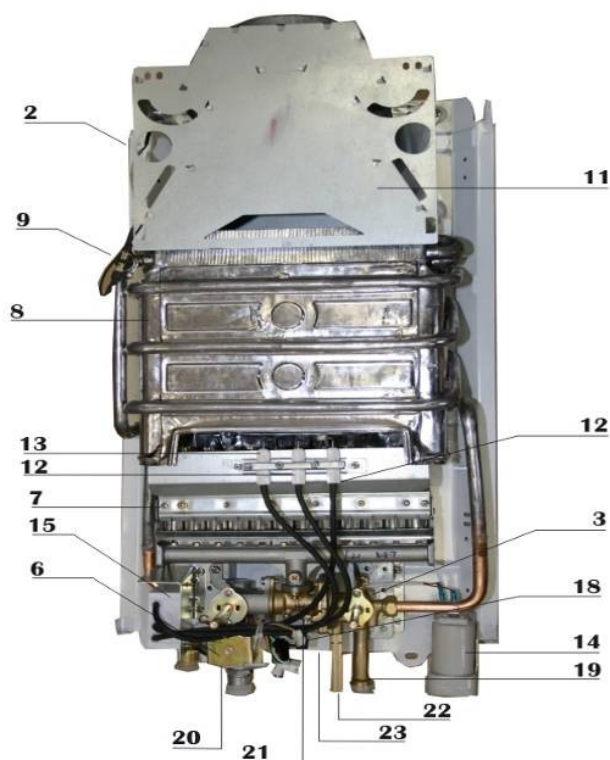

Рис. 1. Аппарат водонагревательный проточный газовый бытовой "VEKTORLux Eco" JSD20-1/ JSD20-2/ JSD20-3
Составные части изделия, поясняющие принцип устройства аппарата и требующие технического обслуживания во время эксплуатации, показаны на рис. 1.
2.4.1 Аппарат настенного типа имеет прямоугольную форму, образуемую съемной облицовкой 1, установленной на каркасе 2 (см. рис. 1).
Водогазовый узел 3 (см. рис.1) предназначен для включения аппарата и обеспечения регулирования температуры воды и расхода газа. Узел состоит из двух регуляторов: водяного и газового.
Конструкция регулятора водяного обеспечивает доступ газа к основной горелке только при наличии протока воды, одновременно обеспечивая срабатывание электромагнитного клапана 6 (см. рис. 1).